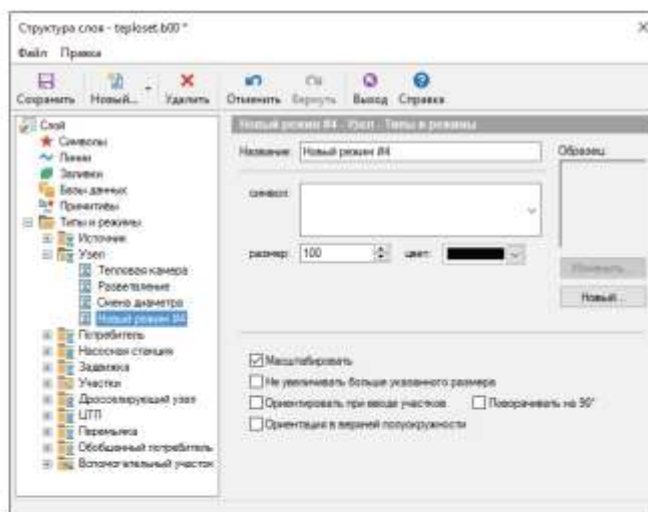

Рисунок 4.18. Параметры нового режима
2. Нажать кнопку **Новый...** и в выпадающем списке выберите пункт **Новый... | режим или пункт меню Правка | Новый режим...** На экране появится следующее окно (смотрите Рисунок 4.18. «**Параметры нового режима**»).